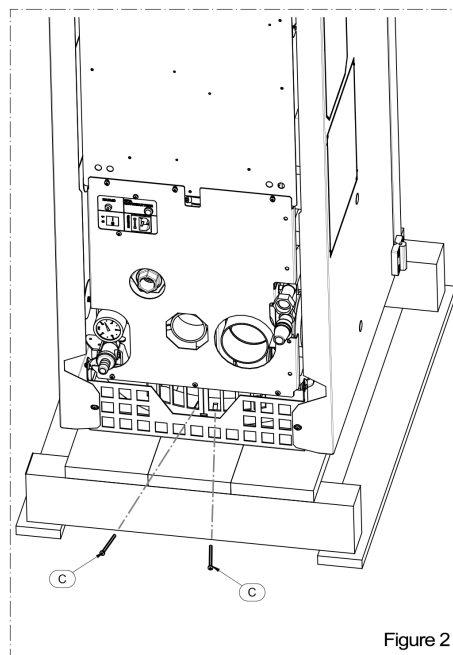

Figure 2
- Retirer les 2 vis C (Figure 2).